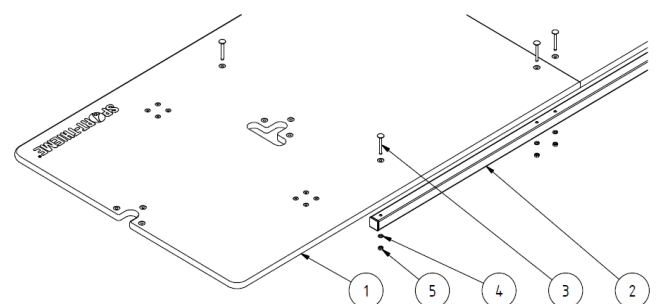

Abb. 2: Montage der Bodenrohre
Als erstes werden die beiden Bodenplatten ① mit Hilfe der 2 Bodenrohre ② verbunden (Abb. 2). Schlagen Sie dazu zunächst mit einem Hammer die 8 Flachrundschrauben mit Vierkantansatz ③ leicht in die vorgebohrten Löcher der Bodenplatte ein. Anschließend befestigen Sie die Bodenrohre mit Hilfe eines Schraubenschlüssels SW 13 und der 8 Feder-ringe ④ sowie der 8 Sechskantmutter ⑤.